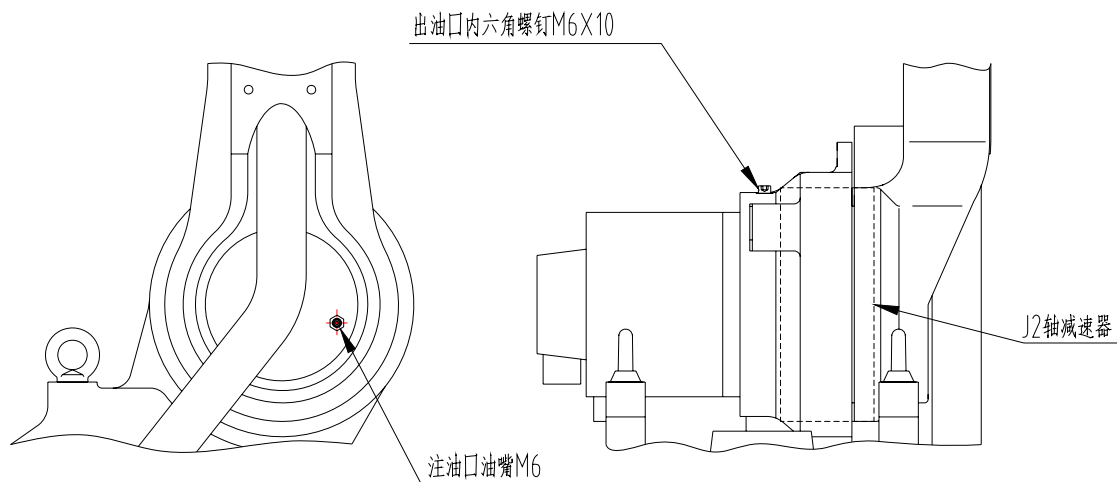

图 12 J2 轴减速机局部结构
(1) 油脂补充步骤（参考 图 12 J2 轴减速机局部结构）
- ④ 安装注油口堵塞；
- ⑤ 安装出油口堵塞前，运动 J2 轴几分钟，使多余的油脂从出油口排出；
- ⑥ 用布擦净从出油口排出的多余的油脂，安装出油口堵塞。
(2) 油脂更换步骤（参考 图 12 J2 轴减速机局部结构）